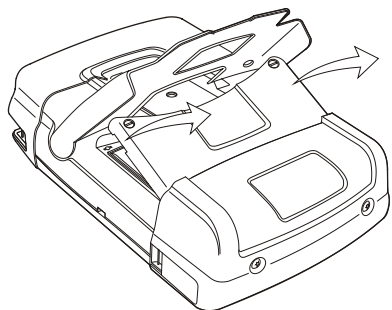

図 48. 電池収納部カバーの取り外し
4. 電池収納部カバーを持ち上げて取り外します (図 48)。